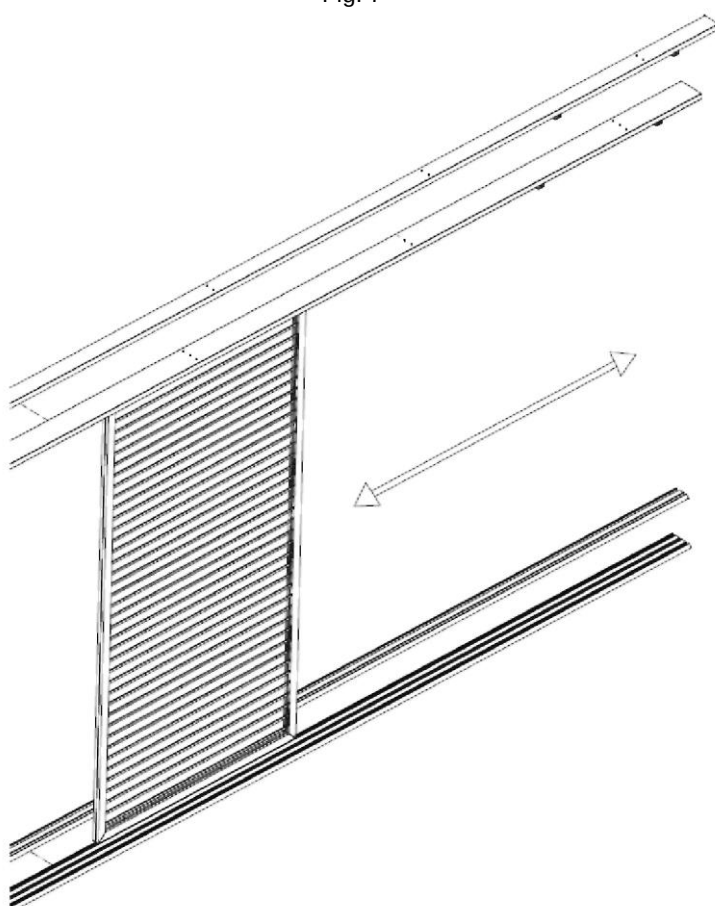

Fig. 8
8. Effectuez un essai de fonctionnement des cadres sur toute la longueur du rail. Vérifiez le libre mouvement des cadres – sans que les cales ne frottent contre les parois du profilé et tout en maintenant un espace qui empêche le bas du cadre de sortir de la rainure (fig. 8).